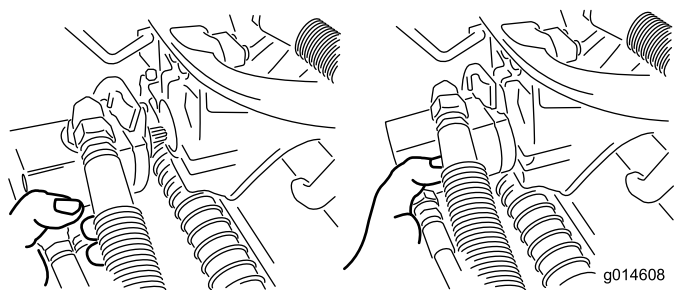

Figura 36
3. Mova o motor para o local de armazenamento na parte da frente do braço de suspensão (Figura 36).